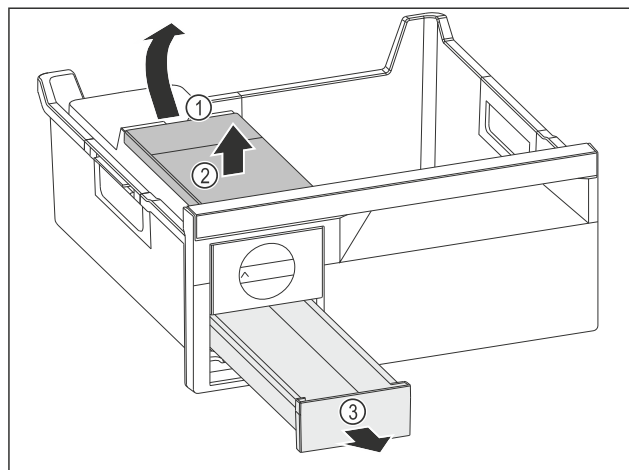

Fig. 135
- Извлеките бак для воды: Поднимите бак для воды за выемку Fig. 135 (1).
- Извлеките бак для воды Fig. 135 (2) движением вверх.
- Извлеките выдвижной ящик для кубиков льда Fig. 135 (3) движением вперед.